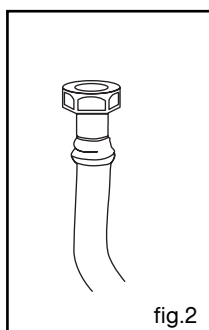

fig.2
- Desserrez les vis du serre-câble (fig.2).
- Introduisez le câble d'alimentation par le côté du capot et dans le serre-câble situé à droite du bornier. (Reportez-vous au tableau de la page précédente pour le choix de la section du câble) (fig.2).
- Raccordez les fils du câble conformément au schéma ci-contre (fig.2). Tous les brins des fils d'alimentation doivent être emprisonnés sous les vis. Le fil de terre couleur vert-jaune doit être relié à la borne .
- Vissez à fond les vis du bornier et vérifiez le branchement en tirant sur chaque fil (fig.2).
- soit par un raccord rigide (tuyauterie en cuivre) (fig. 2).
- Dévissez à l'aide de la clé fournie les injecteurs situés dans le fond de chaque pot et ôtez-les (fig. 2).